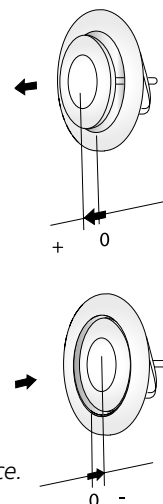

Figure 2. Mise en service.
L'équilibrage du diffuseur d'air extrait s'effectue en mesurant la pression ou le débit d'air. Mesurer la pression à l'aide d'un « crochet dynamométrique » (sonde) et le débit au moyen d'un débitmètre disponible dans le commerce. Voir Figures 2 et 3.
- Spécifier la correction K_{OK} des bandes d'octave pour la position zéro du cône (voir Figure 2).